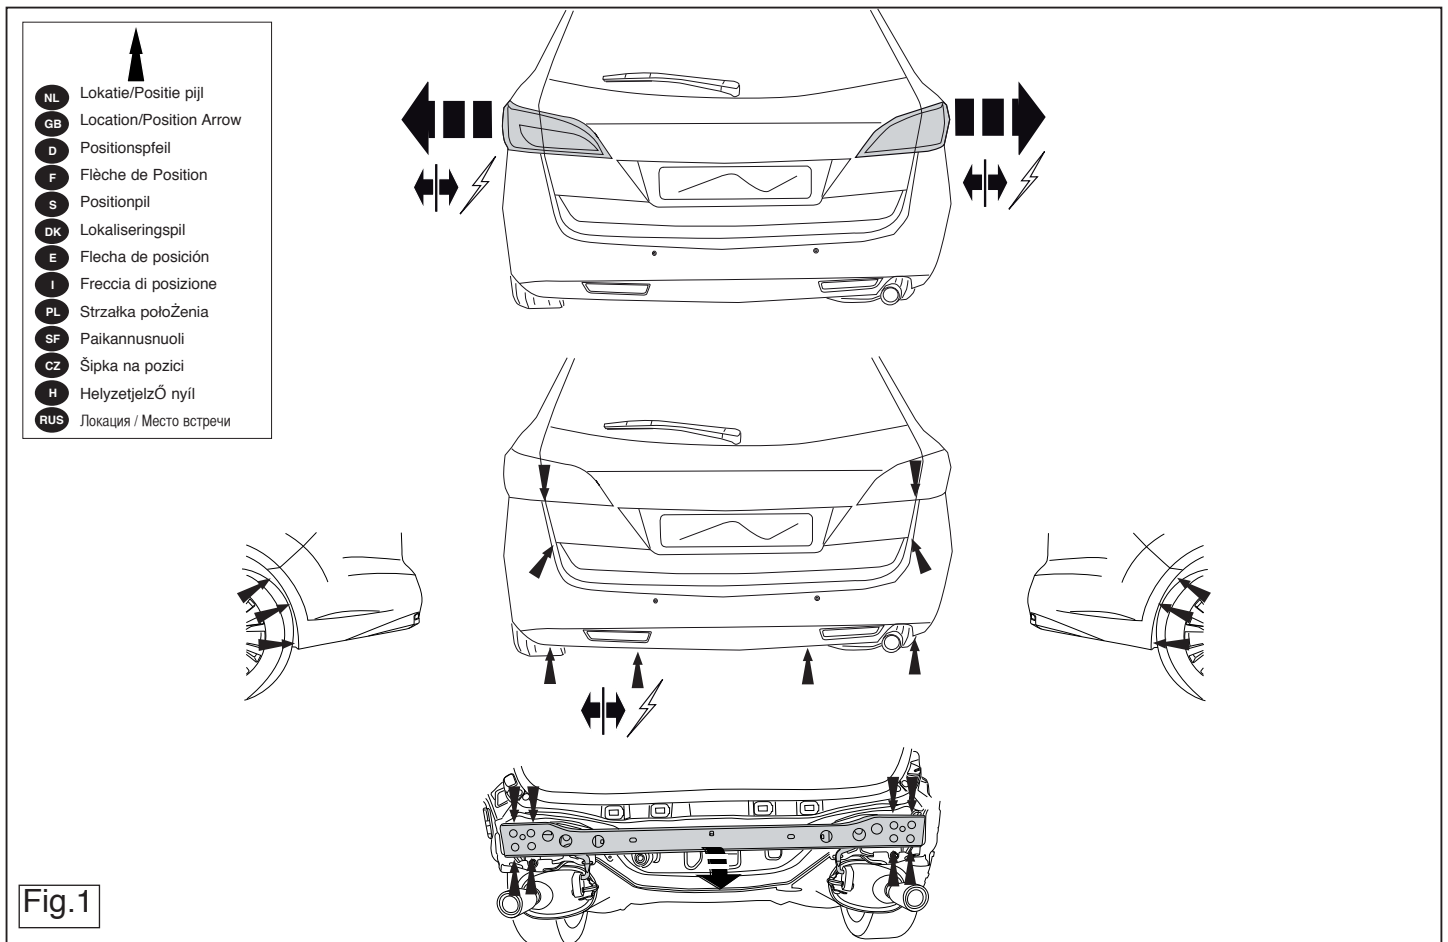

Fig.1
1. Dismantle the rear-lights and the bumper. See figure 1.
3. Remove the cross member from the vehicle. See figure 1.
1. Rücklichter und Stoßstange abmontieren. Siehe Abbildung 1.
3. Den Querträger vom Fahrzeug abmontieren. Siehe Abbildung 1.
1. Déposer les feux arrière et le pare-chocs. Voir la figure 1.
3. Démontez la traverse du véhicule. Voir la figure 1.
1. Demonter baglysene og kofangeren. Se fig. 1.
3. Demonter køretøjets tværvange. Se fig. 1.